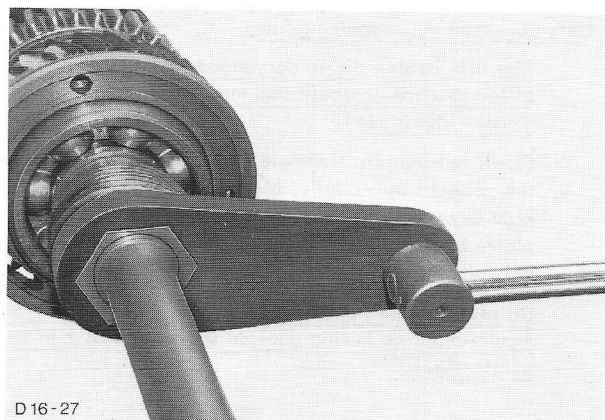

Fig.100 Moer met voorgeschreven aantrekkoppel vastzetten, met Speciaal Gereedschap P-7098.
31. Monteer de spiekgol en het snelheidsmeterwormwiel. Monteer het borgplaatje met de twee lippen in de uitsparing van het snelheidsmeterwormwiel. Trek de moer aan met het voorgeschreven aantrekkoppel, met Speciaal Gereedschap P-7098 (fig.100).